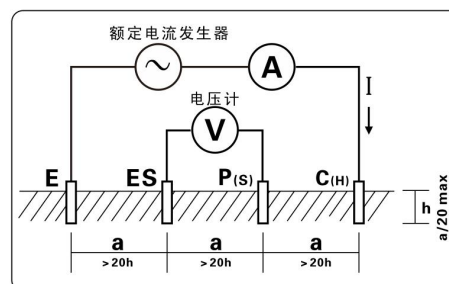

图 4 (土壤电阻率测量原理图)
4. 土壤电阻率(ρ)测量采用4极法(温纳法): E 接地极与 C(H) 电流极间流动交流电流 I, 求 P(S) 电压极与 ES 辅助地极间的电位差 V, 电位差 V 除以交流电流 I 得到中间两点电阻值 R, 电极间隔距离为 a(m), 根据公式 $\rho = 2\pi aR(\Omega m)$ 得出土壤电阻率的值, C(H)-P(S) 的间距与 P(S)-ES 的间距相等时(都为 a)即为温纳法。为了计算方便, 请让电极间距 a 远大于埋设深度 h, 一般应满足 $a > 20h$, 如图 4。